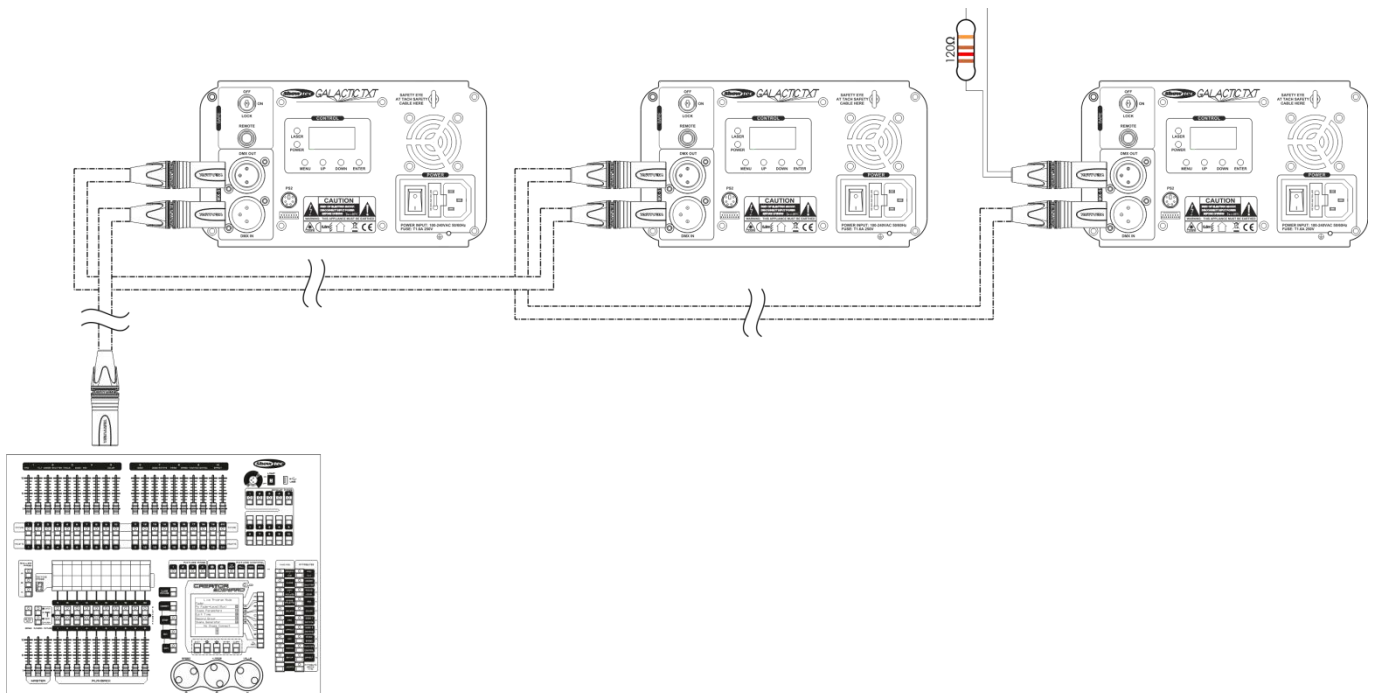

Fig. 04
- 05) Interconecte las unidades como se muestra en la Fig. 04. Para ello conecte un cable de señal DMX que vaya desde el conector DMX Out (salida) de la primera unidad hasta el conector DMX In (entrada) de la segunda unidad. Repita este proceso para interconectar las unidades segunda, tercera y cuarta.